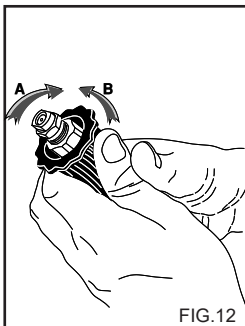

FIG.12
UTILIZAÇÃO DA CABEÇA REGULÁVEL (fig. 12).
- 2) Ligue a máquina de lavar, abra a torneira de detergente (se estiver presente), active o comando de sucção do detergente colocado na lança (fig. 12) e espalhe a solução sobre a superfície a lavar de baixo para cima. Deixe agir por alguns minutos.